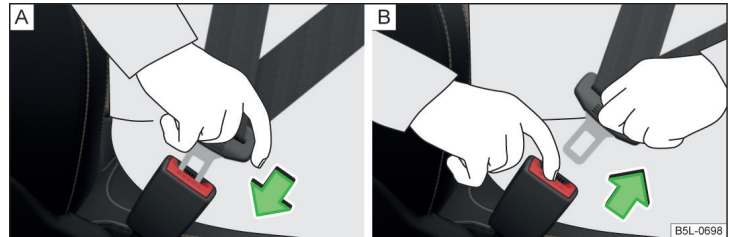

Abb. 19 Sicherheitsgurt anlegen / ablegen
- › Die Schlosszunge in das zum Sitz gehörende Gurtschloss » Abb. 19 - [A] stecken, bis diese hörbar einrastet.
- › Die Schlosszunge fassen und die rote Taste im Gurtschloss drücken » Abb. 19 - [B], die Schlosszunge springt heraus.